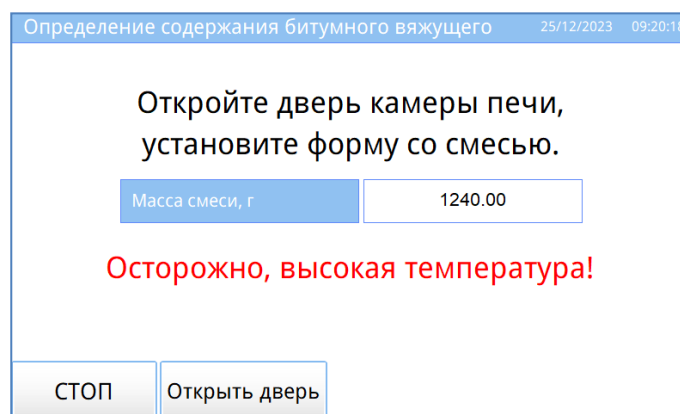

Рисунок 11 – Установка формы со смесью
4.5.11 Загрузить форму со смесью в камеру печи для дальнейшего выжигания (см. рисунок 11).
4.7.8 Определить массу пробы на лабораторных весах, ввести в аппарат (см. рисунок 10). Загрузить форму со смесью в камеру печи для дальнейшего выжигания (см. рисунок 11).